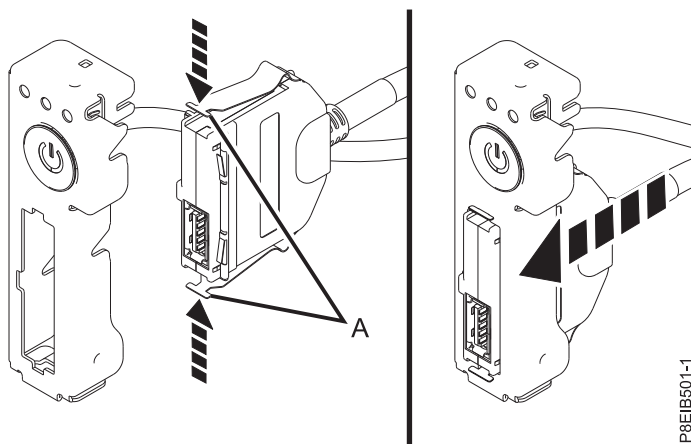

Figure 70. Raccordement de l'ensemble câble et connecteur USB avant à l'interrupteur d'alimentation
3. Tout en appuyant sur les languettes (A), raccordez l'ensemble câble et connecteur USB avant à l'interrupteur d'alimentation. Voir figure 70.